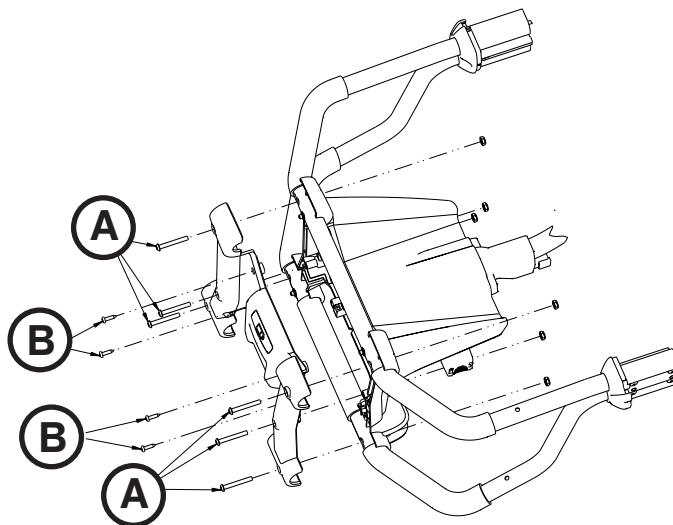

Figura 62
3. Con un destornillador Torx T25, extraiga los seis tornillos de cabeza redonda externos (A) de la placa frontal (Figura 62). Guarde todos los tornillos para cuando tenga que instalarlos de nuevo.
4. Con un destornillador Torx T20, extraiga los cuatro tornillos delta internos (A) de la placa frontal para extraerla (Figura 62). Guarde todos los tornillos y la placa frontal para cuando tenga que instalarlos de nuevo.